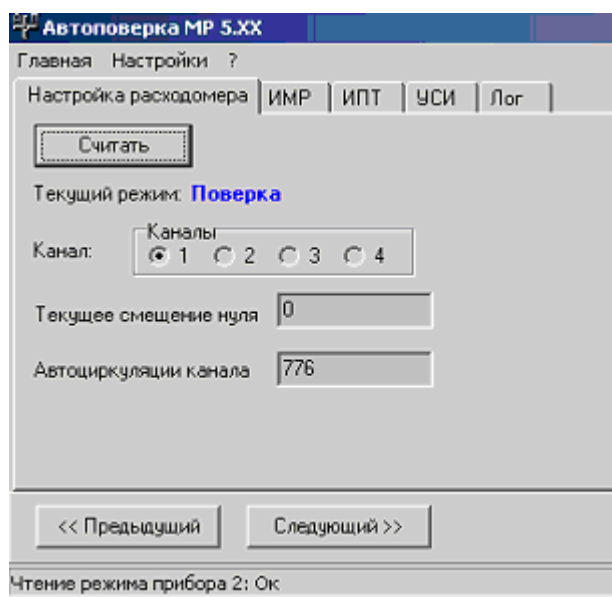

Рис. 19. Вид вкладки Настройка расходомера.
- 2.5.3.4. Нажать кнопку **Следующий** (либо кнопку **Предыдущий**, если описывали токовый выход) и в открывшейся вкладке **Настройка расходомера** выбрать поверяемый канал. Провести подсчет числа автоциркуляций, нажав кнопку **Считать** (рис.19).